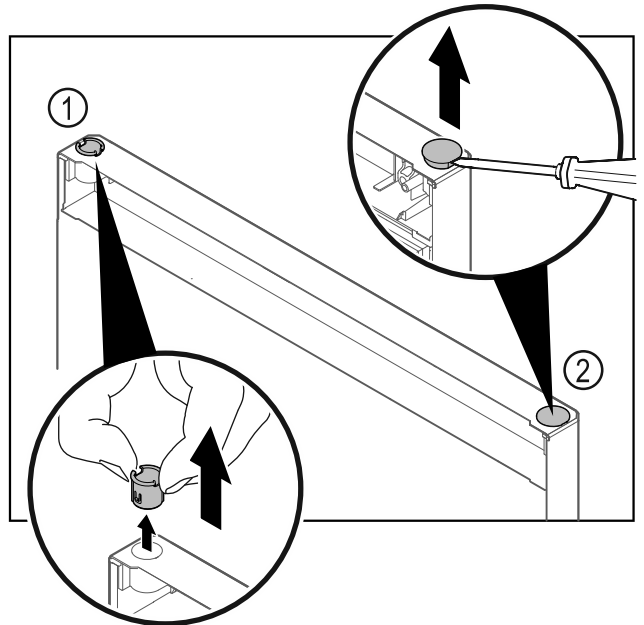

Fig. 29
- ▶ Пальцами вытяните шарнирную втулку Fig. 29 (1).
- ▶ Шлицевой отверткой осторожно подцепите и извлеките заглушку Fig. 29 (2).